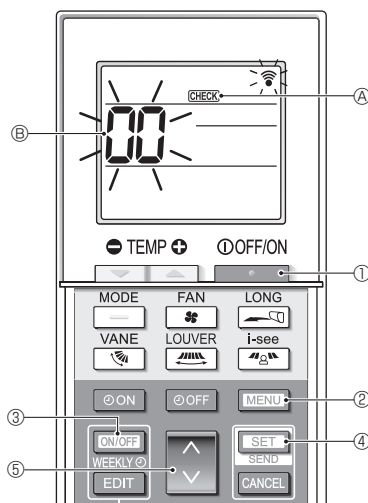

Fig. 7-6
7.3.2. Per il regolatore a distanza senza fili (Fig. 7-6)
- Premere il pulsante ① per arrestare il condizionatore d'aria.
- Se il timer settimanale è attivo (**WEEKLY** è acceso), premere il pulsante ③ per disattivarlo (**WEEKLY** è spento).
- Premere il pulsante ② per 5 secondi.
- Premere il pulsante ⑤ per selezionare l'indirizzo del refrigerante (indirizzo M-NET) ⑥ dell'unità interna per la quale si desidera eseguire il controllo automatico.
- Premere il pulsante ④.
- Premere il pulsante ①.
- CHECK** ④ e l'indirizzo del refrigerante (indirizzo M-NET) ⑥ si spengono e il controllo automatico è completato.